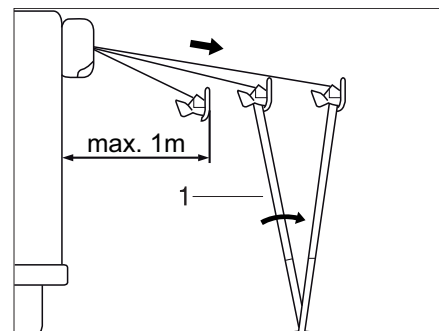

Fig. 40 Emplazamiento del toldillo
- Desplegar los pies de apoyo (Fig. 40,1) y ponerlos en el suelo.